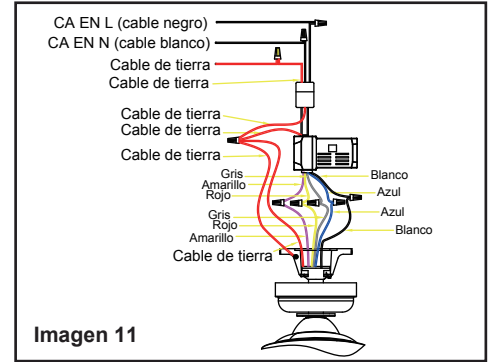

Imagen 11
- (Imagen 11) Conexiones eléctricas del motor al receptor: Conecte el cable gris del ventilador al cable gris del receptor. Conecte el cable rojo del ventilador al cable rojo del receptor. Conecte el cable amarillo del ventilador al cable amarillo del receptor. Conecta el cable azul del ventilador al cable azul del receptor. Conecte el cable blanco del ventilador al cable blanco del receptor. Asegure las conexiones de los cables con las tuercas de conexión de cable de plástico suministradas.
3. (Imagen 11) Conexiones eléctricas del receptor a los cables de alimentación doméstica:: Conectar el cable negro (caliente) del techo al cable negro marcado "AC en L" del receptor. Conecta el cable blanco (neutro) proveniente del techo al cable blanco marcado "AC in N" del receptor. Asegure las conexiones de los cables con las tuercas de conexión de cable de plástico suministradas.
4. (imagen 11) Si su caja de distribución tiene un cable de tierra (verde o de cobre desnudo) conéctelo a los cables de tierra del ventilador; de lo contrario, conecte el cable de tierra del soporte colgante al soporte de montaje. Asegure la conexión de los cables con una tuerca de plástico proporcionada - Después de conectar los cables sepárelos para que los cables verde y blanco estén en un lado de la caja eléctrica y los cables negro y azul estén en el otro lado. Meta con cuidado las conexiones de los cables en la caja eléctrica.